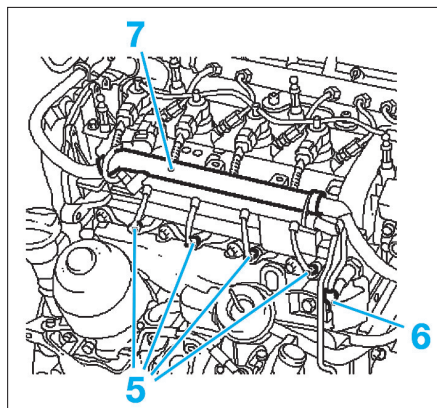

FIG. 58
- les connecteurs des bougies de préchauffage (5) (Fig.58),
- le connecteur du manocontact de pression d'huile (6).
- Ecarter le faisceau (7) des bougies de préchauffage.